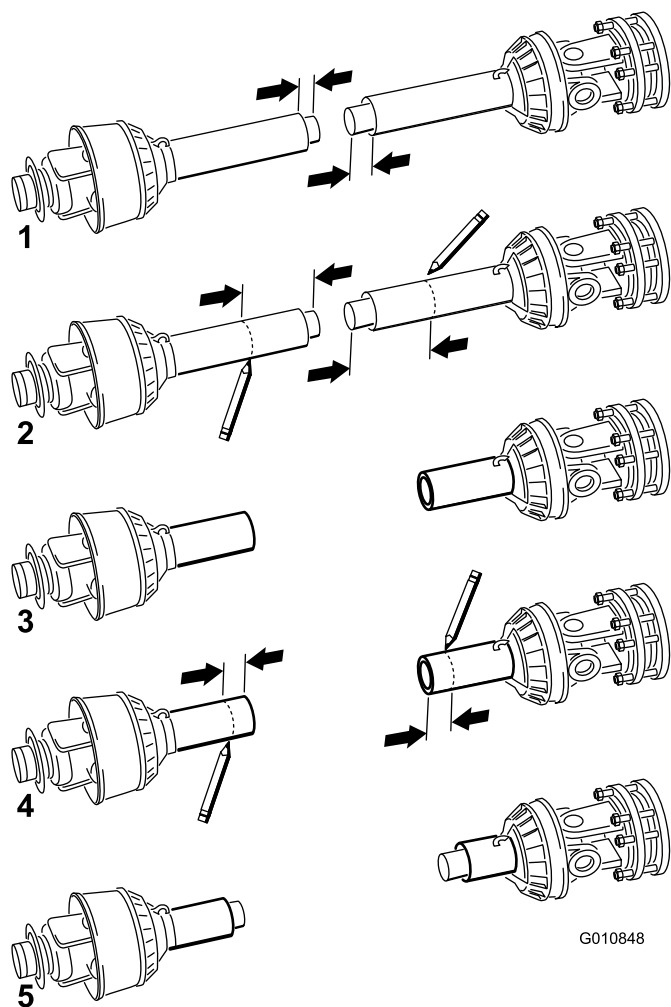

Figura 17
11. Separa las dos mitades del árbol de la TDF (Figura 17, ilustración 1).
12. Mida la distancia desde el extremo de cada tubo a su protector correspondiente (Figura 17, ilustración 1). Anote las distancias.
13. Usando las dimensiones determinadas en el paso 8, localice, marque y recorte el protector y el tubo de cada mitad de la TDF (Figura 17, ilustraciones 2 y 3).
14. Usando las dimensiones determinadas en el paso 11, localice, marque y recorte solamente los protectores para dejar expuestos los tubos (Figura 17, ilustraciones 4 y 5).